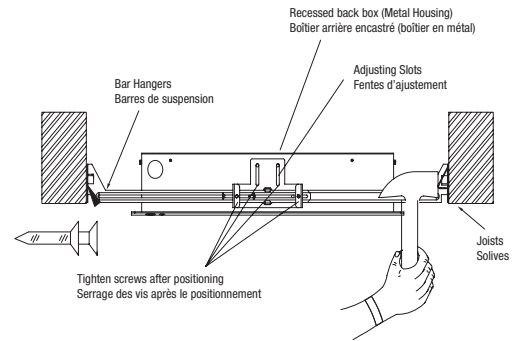

Fig. 5
7. Position the metal housing and the bar hangers between joists. Make sure that the bar hangers are oriented in the correct position. Position the metal housing temporarily by hammering "nail-in", tabs on bar hangers, then secure permanently with nails. Bar hangers should be level with the bottom of joists (Fig. 5).
Adjust height of recessed kits vertically using adjusting slots and then tightening all screws on adjusting slots and bar hanger bracket to secure adjusting bracket and bar hangers (Fig. 5).
7. Placer le boîtier en métal et les barres de suspension entre les solives. S'assurer que les barres de suspension sont orientées correctement. Installer temporairement le boîtier en métal à l'aide des pattes de clouage intégrées aux barres de suspension, puis fixer de manière permanente à l'aide de clous. Les barres de suspension doivent être de niveau avec le bas des solives (Fig. 5).
8. Ajuster la hauteur du boîtier en métal à la verticale à l'aide des fentes d'ajustement et serrer toutes les vis sur celles-ci et la ferrure des barres de suspension afin de fixer solidement la ferrure d'ajustement et la barre de suspension (Fig. 5).